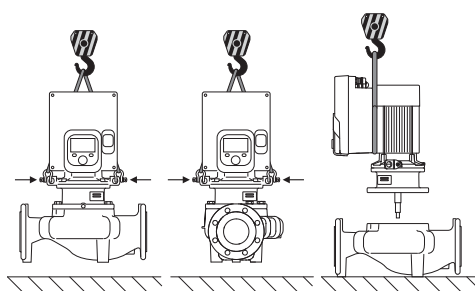

Fig. 6: Kėlimo kryptis su vertikaliu variklio velenu
Transportuojant siurblių būtina naudoti leistinus kėlimo mechanizmus (pvz., skridinį, kraną ir pan.). Kėlimo mechanizmai turi būti tvirtinami prie ant variklio flanšo esančių transportavimo ąsų. (Fig. 6, čia pavaizduota: kėlimo kryptis su vertikaliu variklio velenu).
2. Įstatomąjį modulį (Fig. 4) saugumo sumetimais pritvirtinkite prie transportavimo ašų, kad būtų galima jį pritvirtinti prie tinkamos kėlimo priemonės. Norėdami apsaugoti įrenginį nuo apvirtimo, užtvirtinkite dirželio kilpą aplink elektronikos modulio variklį ir adapterį, kaip parodyta Fig. 6. Pritvirtinimo metu nepažeiskite elektronikos modulio.